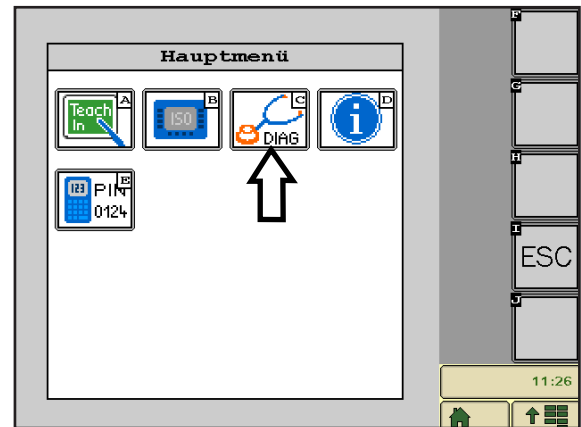

Abb. 19: Diagnose aufrufen
Tippen Sie im Hauptmenü auf das Diagnose-Symbol (C) (siehe Abb. 19), um das Diagnose-Menü zu öffnen.